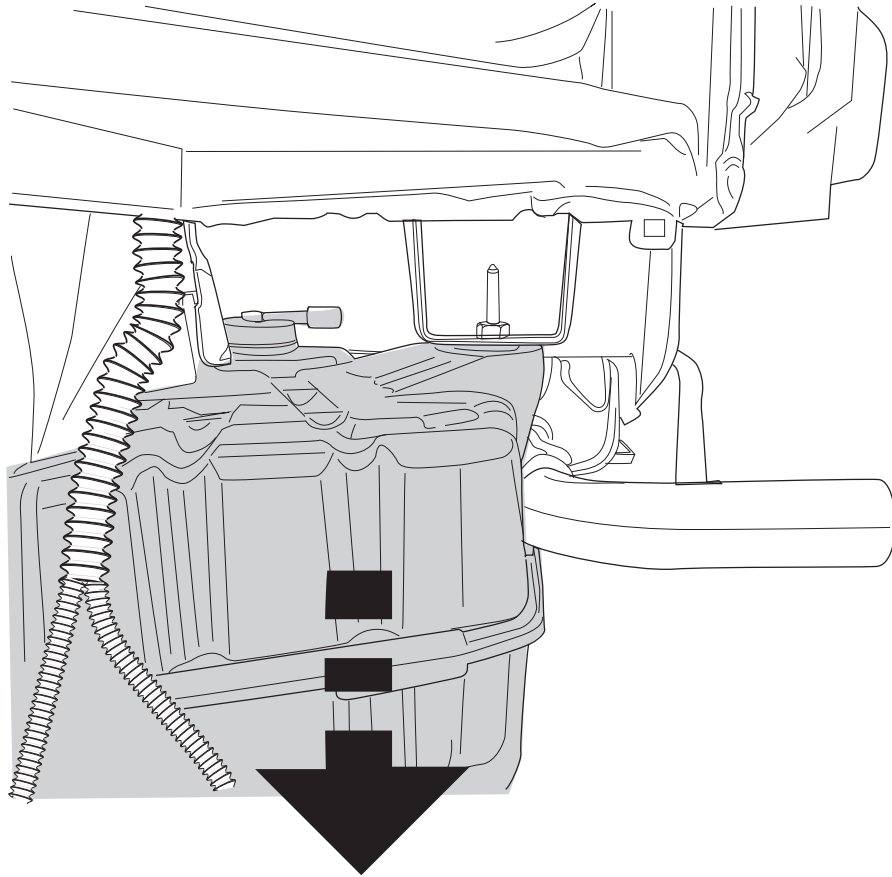

Fig. 3
**Внимание, если имеются:** Опустить AD-Blue баке. (см. рис. 3)